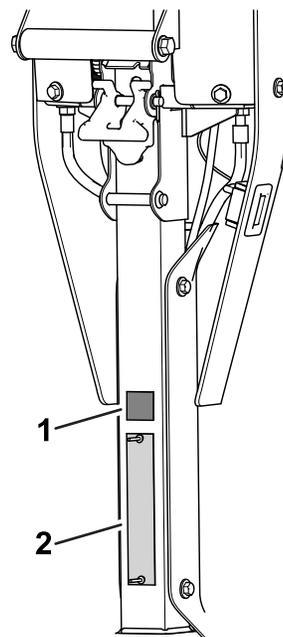

Figura 6
- Applicate l'adesivo CE/UKCA sopra la piastra del numero di serie (Figura 6).